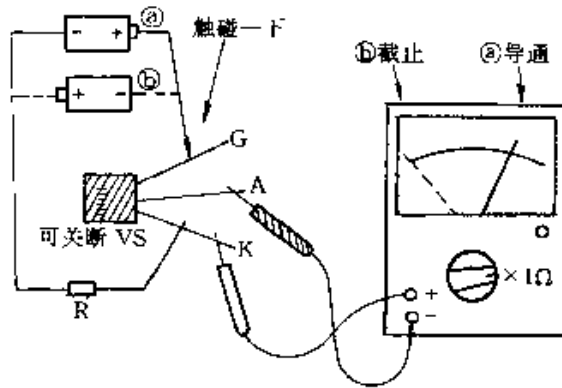

图 2-277
⑤ 检测可关断晶闸管特性：万用表置于“ $R \times 1\Omega$ ”挡，黑表笔接阳极 A，红表笔接阴极 K，表针指示应为无穷大。用一节
1.5V 电池串联一个 100Ω 左右限流电阻作为控制电压,其一端接在阴极 K 上,如图 2-277 所示。当用电池正极触碰一下控制极 G 后,表针应右偏,表示晶闸管导通。当调换电池极性用电池负极触碰一下控制极 G 后,表针应返回无穷大,表示晶闸管关断,否则说明可关断晶闸管已损坏。